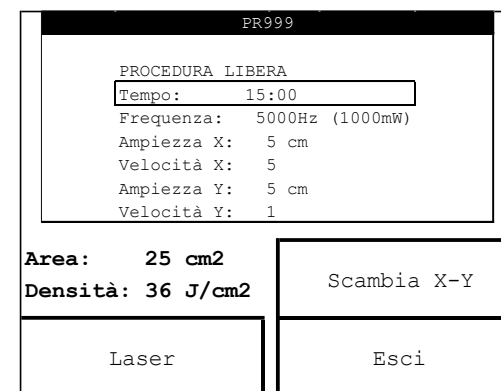

Fig.6
1. premere il tasto funzione relativo al pulsante PROCEDURA LIBERA in corrispondenza della schermata di fig. 3; compare la schermata principale del pulsante PROCEDURA LIBERA (vedi fig. 6), che contiene la finestra informativa del trattamento di default erogato tramite scansione